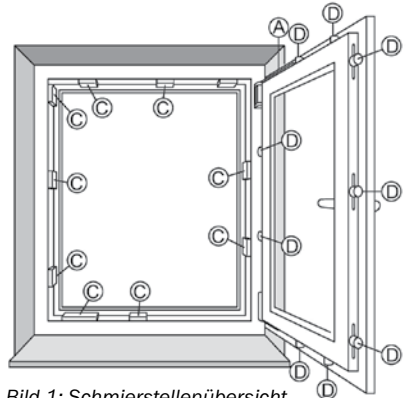

Bild 1: Schmierstellenübersicht
**Bild 1** zeigt die Anordnung der möglichen Schmierstellen. Positionen A, C, D = funktionsrelevante Schmierstellen.